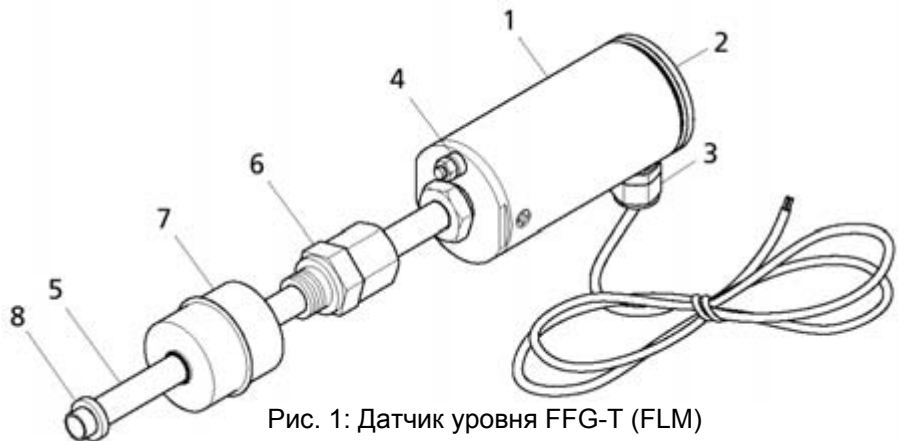

Рис. 1: Датчик уровня FFG-T (FLM)
На рис. 1 изображён монтаж FLM (FFG-T) с резьбовым соединением. В головке датчика (1) FLM (FFG-T) находятся элементы присоединения и настройки, защищённые крышкой (2). Электрическое подсоединение осуществляется через кабельный ввод M16x1,5 (3) сбоку на головке датчика и через зажим заземления (4), находящийся внизу на головке датчика. На скользящей трубке (5) расположена деталь с винтовой резьбой (6) (резьбовое соединение с нарезным кольцом G1/2, SW27) или фланец (не изображён) для изменения высоты положения при монтаже в резервуаре. Поплавок (7) служит для постоянного измерения высоты наполнения контролируемой среды или уровня раздел фаз. Он держится на скользящей трубке с помощью установочного кольца и кольца для защиты от спадания (8).